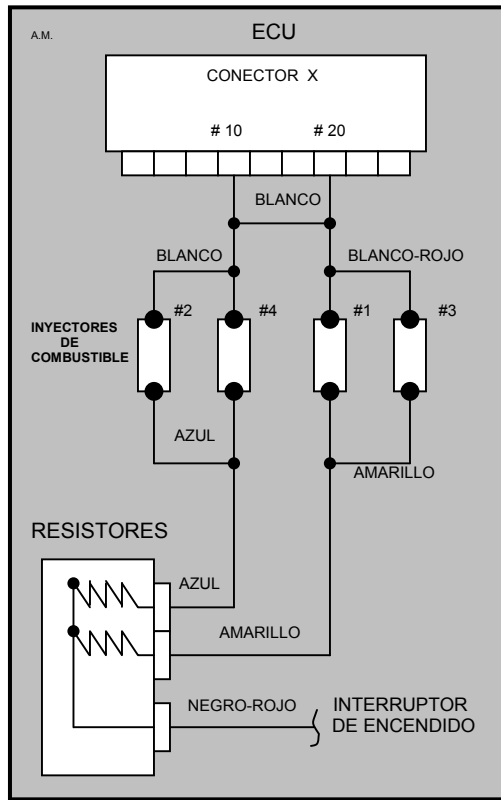

Figura 3.89
- Las válvulas de inyección de acuerdo a la estrategia de la alimentación digital, vienen en tres versiones: Inyección simultánea, inyección grupal, e inyección secuencial (Observe en la figura 3.89, el funcionamiento de los sistemas de inyección controlados electrónicamente)